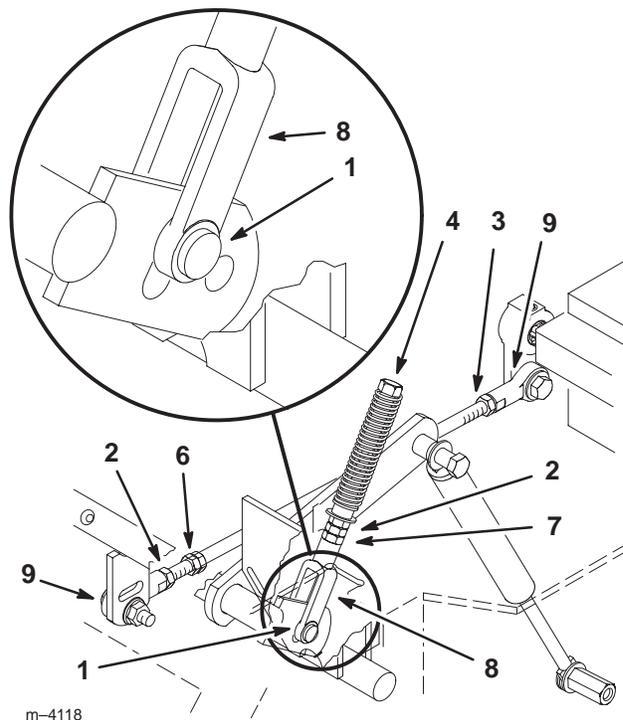

Bild 49
6. Ziehen Sie den Hebel zurück, bis der Lastösenbolzen (am Arm unterhalb des Gelenkschafts) das Schlitzende berührt (und soeben Druck auf die Feder ausübt) (Bild 49).
8. Sollte eine Einstellung erforderlich sein, lockern Sie die Mutter und die Klemmmutter gegen das Joch (Bild 49).
10. Ziehen Sie dann die Mutter und die Klemmmutter an (Bild 49).
1. Lockern Sie die Sicherungsmuttern an den Kugelgelenken der Pumpsteuerungsstange (Bild 49).
3. Stellen Sie die Länge der Pumpstange ein, indem Sie die Doppelmuttern an der Stange so weit in die entsprechende Richtung drehen, bis das Rad stillsteht oder sich leicht zurückdreht (Bild 49).
6. Ziehen Sie die Muttern an den Kugelgelenken fest (Bild 49).